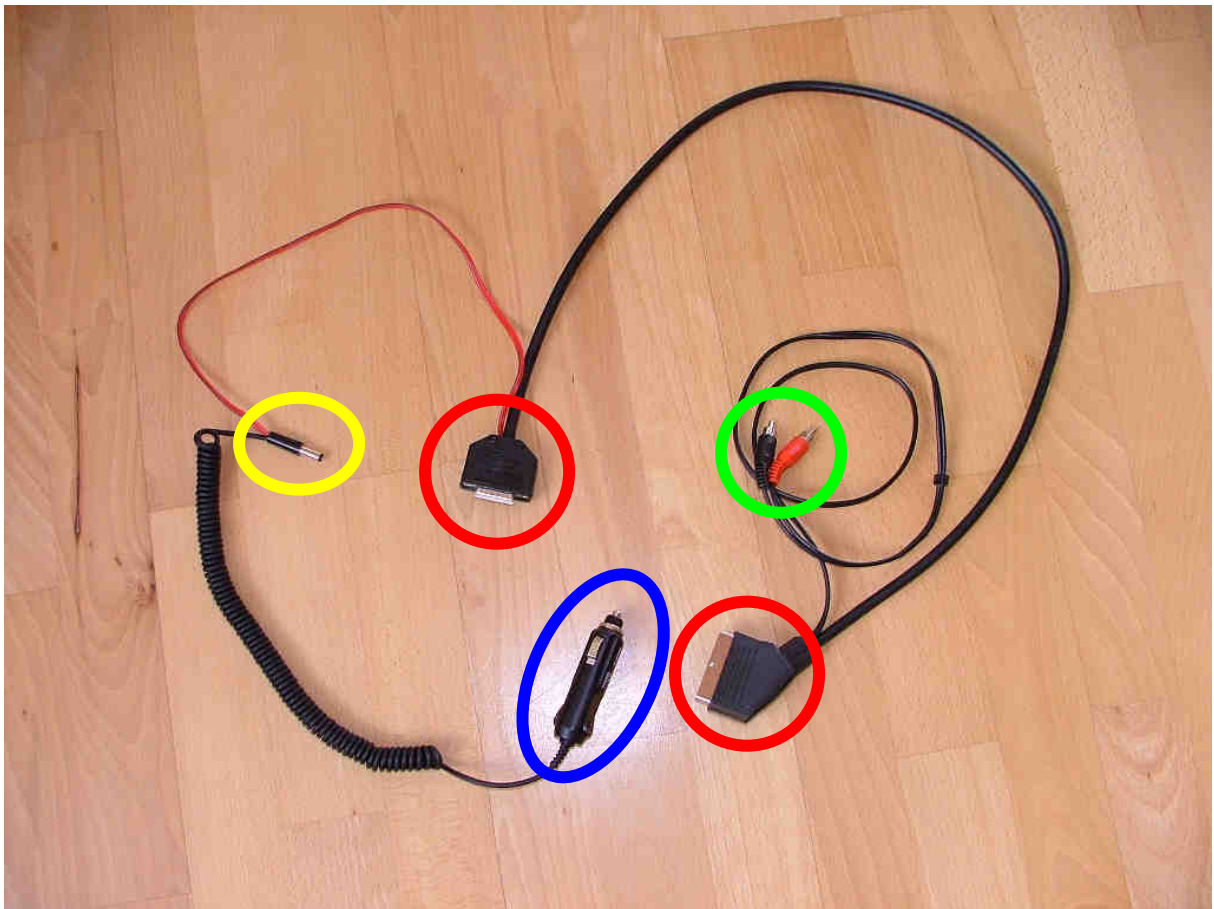

Bild 25: Adapterkabel mit Stromversorgungsstecker und Audio-Ausgang für den FM-Modulator
- **RGB:** Bei diesem Format werden die Farben **rot**, **grün**, **blau** und das Sync-Signal getrennt über jeweils eine Litze übertragen. Diese Bildübertragung bietet eine gute Bildqualität und wird von den meisten Videogeräten mit einem SCART-Anschluss unterstützt. Da das OES-Basiskit bzw. das CID genau dieses Videoformat akzeptiert, kann ein solches Videogerät direkt über ein Adapterkabel SCART auf SubD, (siehe Bild 25, rote Kreise) am SubD-Stecker des OES-Basiskits angeschlossen werden. Zusätzlich müssen allerdings über diesen Stecker auch die Stromversorgung und einige Steuersignale an das OES-Basiskit übergeben werden.
Zum Testen des OES-Basiskits wird also der SCART-Stecker und der kleine 12V-Stromversorgungsstecker (Bild 25, gelber Kreis) in das Digipal 1 und die SubD-Buchse in den SubD-Stecker des OES-Basiskits gesteckt.
Jetzt wird der 12V-Stecker (Bild 25, blauer Kreis) in den Zigarettenanzünder gesteckt und der Digipal 1 sollte nach wenigen Sekunden betriebsbereit sein. Sobald der Digipal 1 eingeschaltet ist, sollte das CID-Interface auf den externen Videoeingang umschalten und das CID sollte das Bild des Digipal 1 ohne Falschfarben wiedergeben (siehe Bild 26). Für diesen Test sind der Antennenanschluss des Digipal 1 und der Audioanschluss an den FM-Modulator nicht notwendig, es kann zum Testen das Programmennü des Digipal 1 dargestellt werden.
In diesem Beispiel muss lediglich der FM-Modulator (Bild 33) für die Audiowiedergabe mit dem passenden Stromversorgungskabel (fehlt in Bild 25) und den beiden Chinch-Steckern (Bild 25, grüner Kreis) verbunden und hinter der Mittelkonsole verstaut werden.
Jetzt wird die SubD-Buchse des Adapterkabels (Bild 25, linker roter Kreis) mit dem SubD-Stecker des OES-Basiskits verbunden und der SCART-Stecker wird zusammen mit dem 12V-Stecker (Bild 25, blauer Kreis) durch die Aussparung im Handschuhfach geführt.